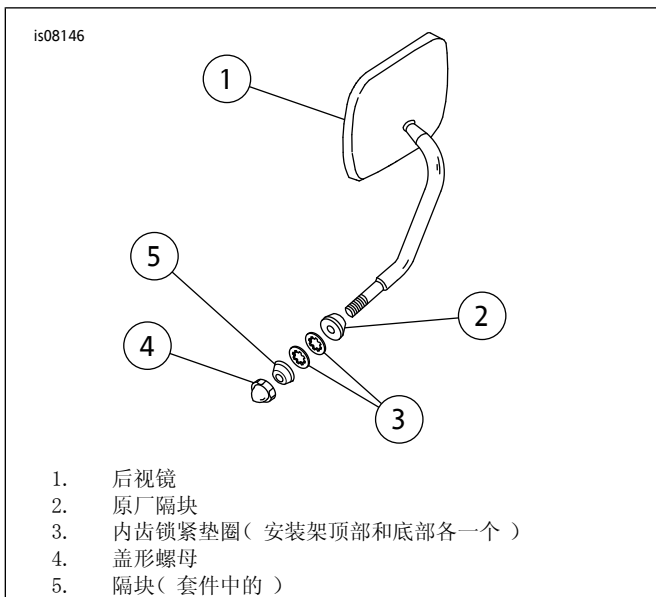

图2。安装右后视镜
- f. 参见图2。使用套件中的盖形螺母固定右后视镜。如果盖形螺母拧到底后仍未拧紧，在图示位置增加第二个隔块(套件中的)。